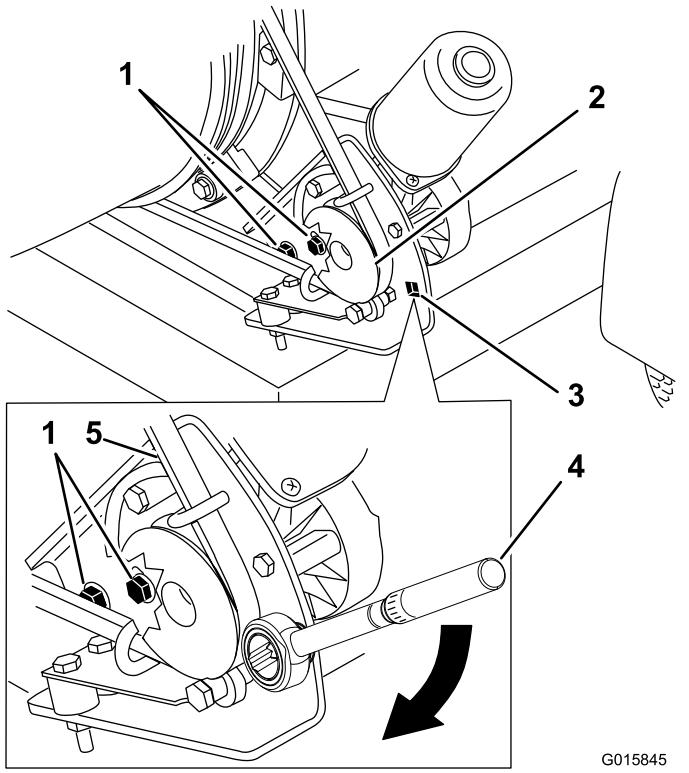

Figura 47
2. Desaperte os dois parafusos flangeados e as duas porcas de bloqueio de flange que fixam o suporte de montagem do motor na estrutura da máquina (Figura 47).
3. Insira a chave dinamométrica no suporte de montagem da polia, como se mostra na Figura 47.
4. Rode o suporte de montagem do motor afastando-o do bico do soprador até que a chave indique 22,6 a 26,0 N·m (Figura 47).